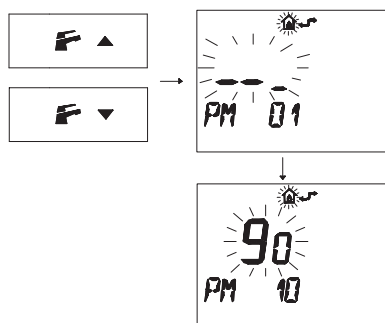

Figura 5.67
- Premere i pulsanti or per visualizzare la programmazione "**PM10**" selezione della frequenza di accensione (Figura 5.67).
Nella Figura 5.67 si visualizza un SET programmato di **90** corrispondente ad un tempo di riaccensione di 3 minuti circa.